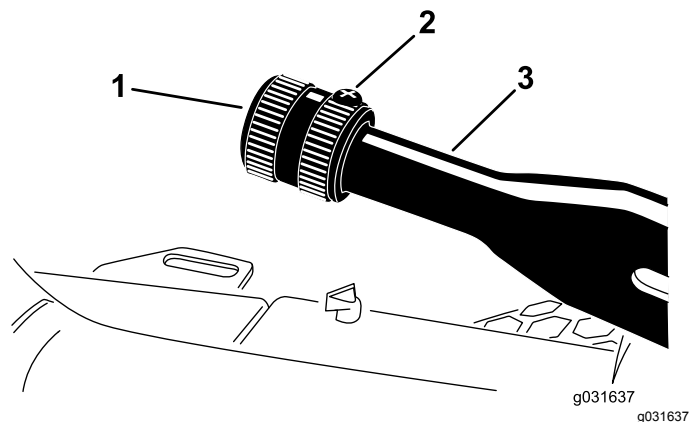

Figura 59
1. Allentate la vite a pressione che fissa la manopola alla leva del freno di stazionamento (Figura 59).